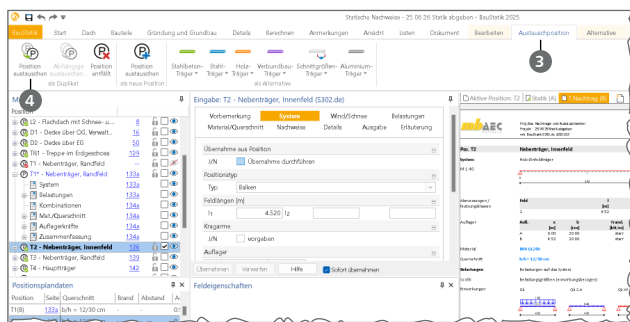

Bild 3. Darstellung von Austauschseiten für Position „T1“
Als Ergebnis steht ein Duplikat mit derselben Positionsnummer und mit einer Darstellung in der gewünschten Farbe (Bild 3, ⑤) zur Verfügung. Weiterhin sind z.B. im Fenster „Modell“ die automatisch erzeugten Austauschseitennummern mit der Revisionsmarkierung „133a“ zu erkennen. Bei einem weiteren Austausch würde automatisch die Markierung auf „133b“ angepasst.
Werden nach der Abgabe eines Nachtrages weitere Änderungen erforderlich, können beliebig weitere Nachträge erstellt werden. Somit wiederholt sich der Klick „Position austauschen“ (Bild 3, ④).